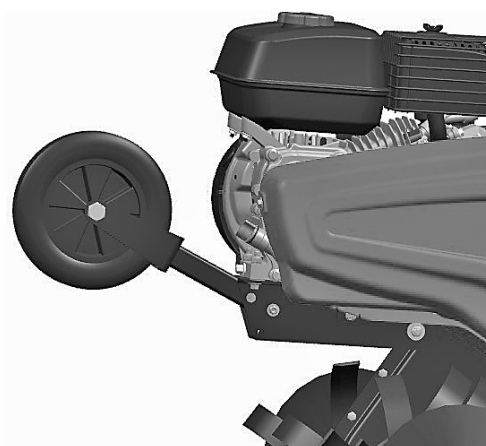

Рисунок 16
- Отрегулируйте положение вспомогательного колеса мотокультиватора, как показано на Рис. 16, когда вы перемещаетесь по земле.